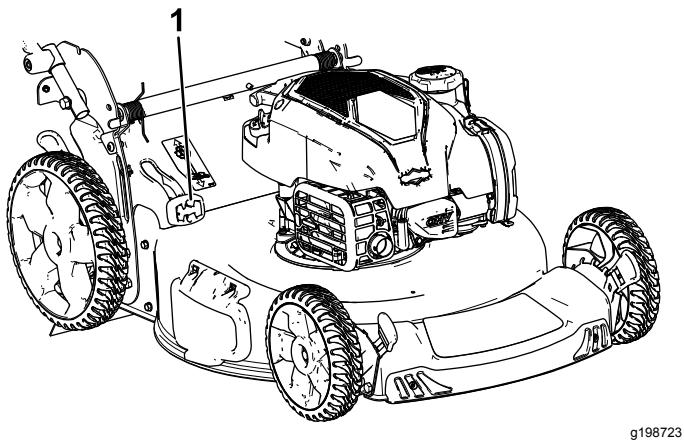

Рисунок 18
- Для сбора скошенной травы и листьев в мешок нажмите кнопку на рычаге включения сбора в мешок и движите рычаг вперед, пока кнопка на нем не вернется в исходное положение (Рисунок 18).